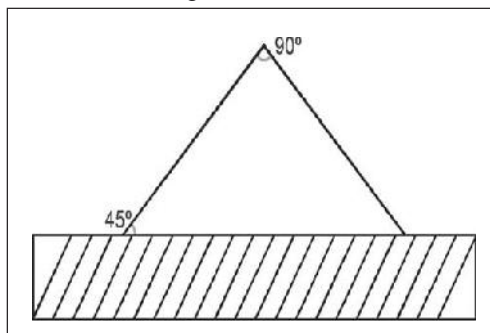

Figura 1: Instalação de placa angular
**6.5.8** As placas utilizadas na sinalização podem ser do tipo plana ou angular; quando angular, devem seguir as especificações conforme demonstrado na Figura 1, abaixo: